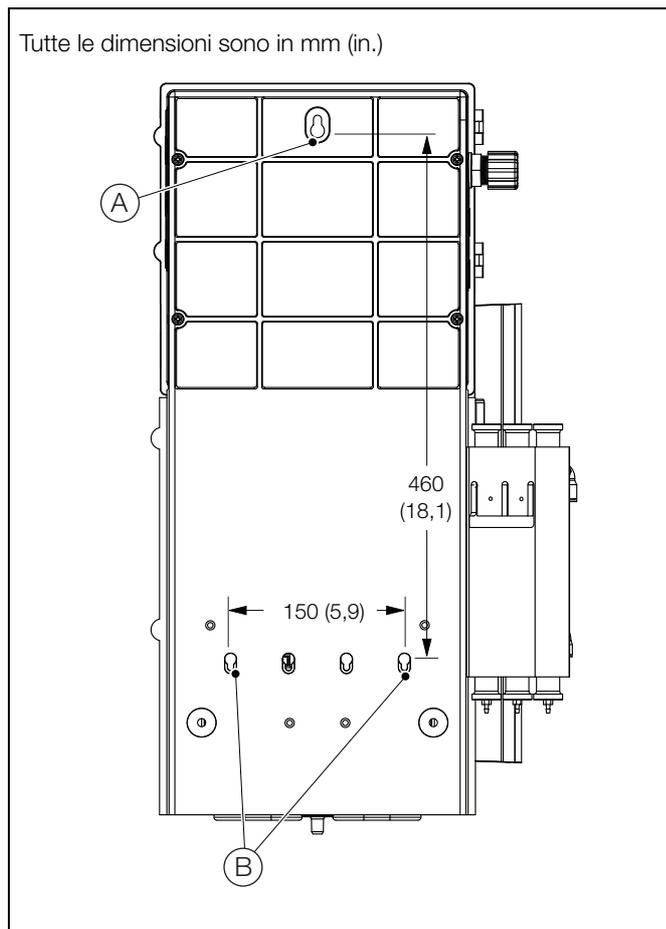

Fig. 4.2 Montaggio dell'analizzatore
1. Marcare la parete utilizzando le dimensioni mostrate in Fig. 4.2.
2. Praticare i tre fori (A) e (B) e inserirvi tasselli adatti per viti/bulloni M6 o viti/bulloni 1/4 in.
3. Avvitare il bullone superiore (A) lasciando uno spazio di 20 mm (0,78 in.) tra la sua testa e la parete.